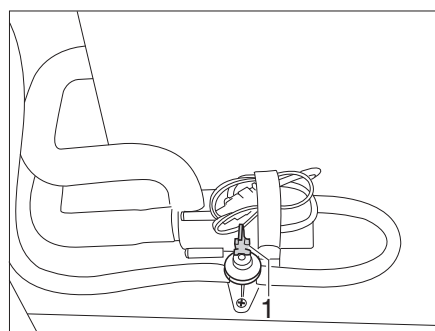

Fig. 219 Robinet de vidange
- Fermer tous les robinets de vidange. Placer le levier à bascule (Fig. 219,1) en position horizontale.